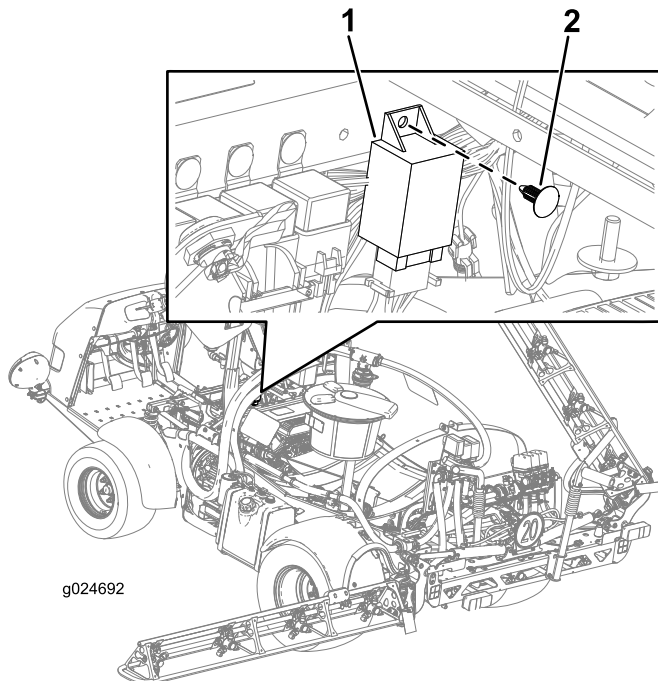

Figure 22
- Alignez le module des clignotants sur le trou dans le cadre de la machine (Figure 22).
- Insérez la fixation à pression dans le trou du module des clignotants et du cadre de la machine (Figure 22).